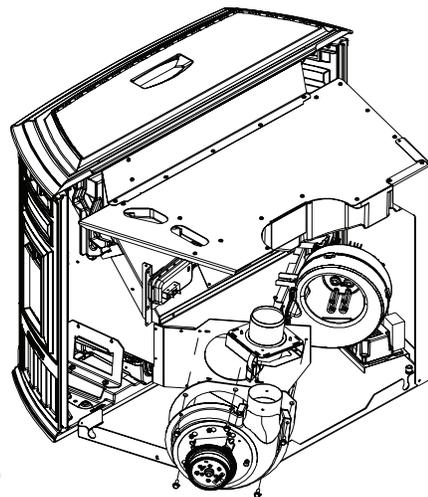

Figure 28.5
- Le ventilateur de tirage est situé dans la partie inférieure droite de l'arrière de l'appareil (**Figure 28.5**).